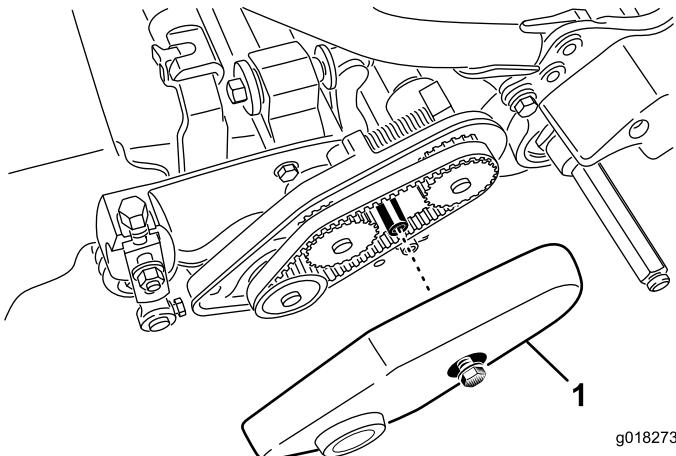

Figure 42
1. Desserrez le boulon à embase qui fixe le couvercle de la courroie et déposer le couvercle pour exposer la courroie (Figure 42).